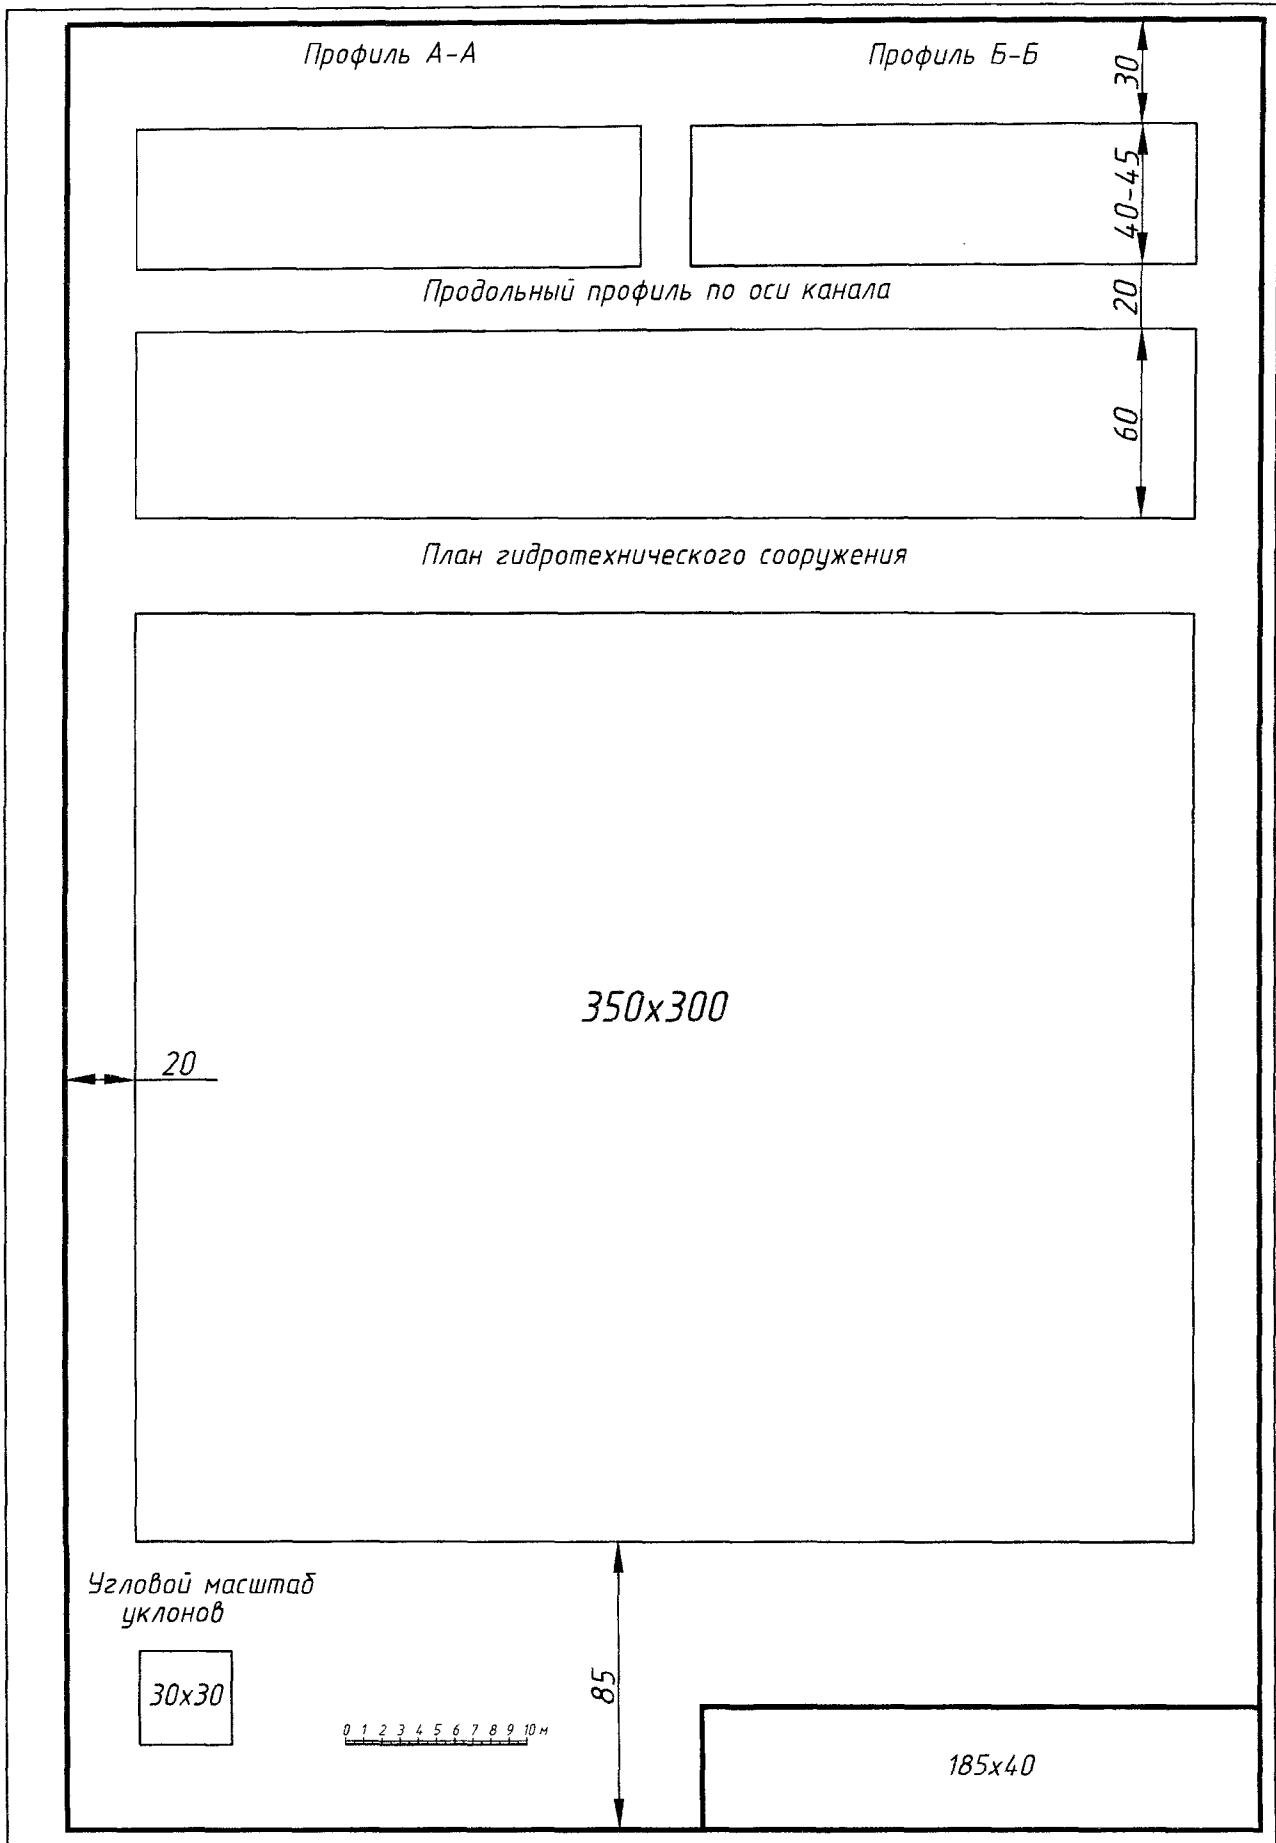

Рисунок 15
Чертеж выполняется на листе формата А2 (420x594) карандашом в соответствии с ГОСТами и ЕСКД, он должен отличаться выразительностью, аккуратностью и четкостью графического исполнения. Поле чертежа ограничивается рамкой – слева 20 мм от линии обреза листа, с других сторон по 5 мм. В правом нижнем углу листа должна быть основная надпись, форма и размеры которой даны на рис.14. Лист располагается вертикально. Размещение изображений на чертеже см. на рис.15.
3. Скомпоновать лист, т.е. отвести на листе место для каждого изображения (см. рис.15).